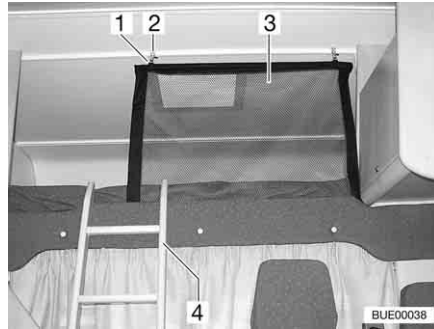
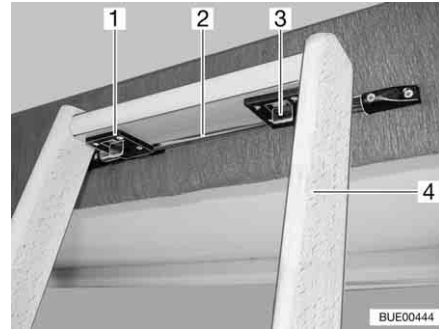

Bild 94 Alkovenbett
Bild 95 Aufstiegsleiter, Verriegelung
Aufstiegsleiter Zum Besteigen des Alkovenbetts die serienmäßig beigelegte Aufstiegsleiter (Bild 94,4 und Bild 95,4) benutzen.
- Die Leiter mit den beiden Haken (Bild 95,1) in die Stange (Bild 95,2) an der Alkovenblende einhängen.
- Die beiden Verriegelungen (Bild 95,3) nach vorne schieben.
Sicherungsnetz Das Sicherungsnetz (Bild 94,3) ist serienmäßig zwischen Matratze und Lattenrost verstaut. Das Sicherungsnetz erst aufspannen, wenn sich die Personen bereits im Alkoven befinden.
- Die Halterung (Bild 94,1) in die Ösen an der Decke (Bild 94,2) einhängen.